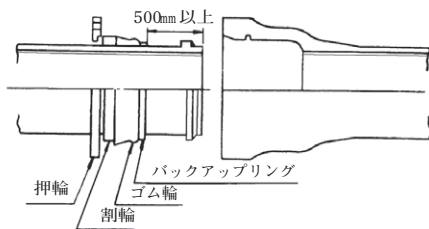

図14 接合部品のセット位置
- (2) 接合形式のゴム輪の表示 (S) を確認し、ゴム輪を清掃してゴム輪内面に滑剤を塗り、図14のように挿し口へセットする。
- (3) バックアップリングをきれいに清掃して、挿し口へセットする(バックアップリングについている補強板が挿し口端面側になるよう注意する)。